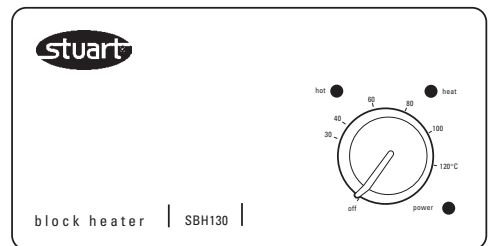

Figura 4 - panel de control analógico
2. La luz "power" se encenderá (véase la figura 4)
3. Deberá fijar la temperatura deseada mediante la rueda "heat" situada en la parte derecha del panel de control (véase la figura 4). Si gira la rueda hasta la posición "off", apagará el equipo. Asimismo, la escala que rodea la rueda le servirá como guía para fijar la temperatura deseada.
5. Si la temperatura de los bloques supera los 50 °C, la luz roja "hot" comenzará a parpadear para avisarle de que los bloques están demasiado calientes para tocarlos (véase la figura 4). La luz seguirá parpadeando incluso si apague el aparato usando la rueda del panel de control, siempre que el equipo permanezca conectado a la red eléctrica y el interruptor de la parte trasera esté en la posición "on".